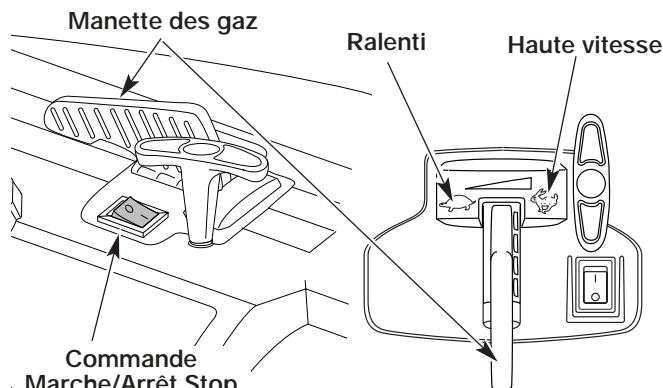
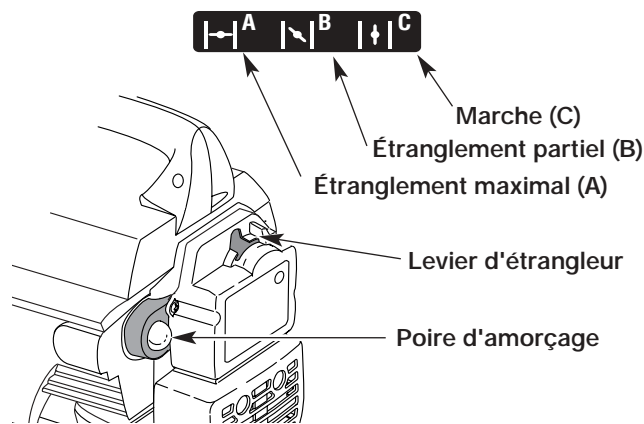
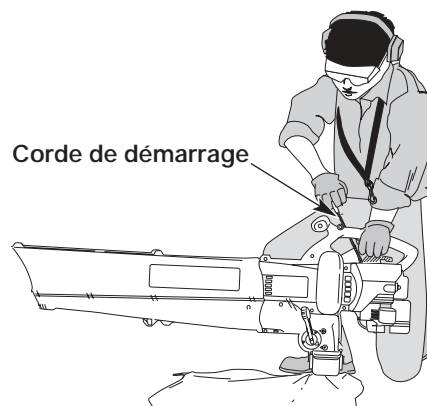

Fig. 9
Fig. 10
Fig. 11
AVERTISSEMENT : éviter le démarrage accidentel. Se tenir en position de démarrage pour lancer le moteur (Fig. 11). Lors du démarrage, l'opérateur et l'outil doivent être en position d'équilibre afin d'éviter le risque de blessures graves.
3. Appuyer lentement et à fond sur la poire d'amorçage, 10 fois. Le carburant doit être visible dans la poire (Fig. 9). S'il ne l'est pas, appuyer 2 ou 3 fois de plus sur la poire ou jusqu'à ce que le carburant soit visible.
4. Mettre l'étrangleur en position d'étranglement **MAXIMAL** (|—|) (Fig. 10).
5. Mettre l'outil en position de démarrage (Fig. 11). Mettez la manette des gaz en position de haute vitesse (☛) (Fig. 9).
7. Mettre le levier du starter en position d'étranglement **PARTIEL** (|~|) (Fig. 10).
8. Tirer vigoureusement la corde de démarrage 1 à 3 fois pour démarrer le moteur (Fig. 11).
REMARQUE : si le moteur se noie pendant une tentative de démarrage, mettre le levier du starter en position de **MARCHE** (|↑|) (Fig. 10). Mettez la manette des gaz en position de haute vitesse (☛) (Fig. 9). Tirer vigoureusement la corde de démarrage. Le moteur devrait démarrer après 3 à 8 sollicitations.
10. Laissez le moteur se réchauffer pendant 5 à 10 secondes. Mettez le levier d'étrangleur en position **MARCHE** (|↑|) (Fig. 10).
REMARQUE : Il n'est pas nécessaire d'utiliser l'étrangleur pour démarrer un moteur chaud. Mettez la manette des gaz en position de haute vitesse (☛) (Fig. 9), puis démarrez l'appareil en position d'étranglement **PARTIEL** (|~|) (Fig. 10).
1. Mettez la manette des gaz en position de ralenti (☞) (Fig. 9). Laissez le moteur se refroidir au ralenti pendant 10 à 15 secondes.
2. Appuyez sur la commande Marche/Arrêt Stop et maintenez-la en position **ARRÊT** (O) jusqu'à ce que le moteur s'arrête complètement (Fig. 9).
1. Appuyez sur la commande Marche/Arrêt Stop et maintenez-la en position **ARRÊT (O)** jusqu'à ce que le moteur s'arrête complètement (Fig. 9).